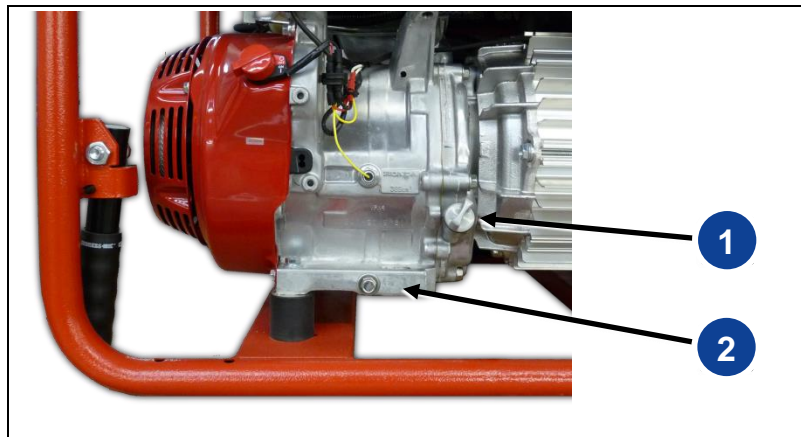

Fig. 6-1: Varilla de medición de aceite y tornillo de vaciado de aceite
1. Extraer la varilla gris del nivel de aceite (*Fig. 6-1-(1)*).
2. Limpiar la varilla del nivel de aceite (*Fig. 6-1-(1)*) con un paño limpio.
3. Vuelva a introducir y a sacar la varilla de medición (*Fig. 6-1-(1)*). El nivel de aceite visible en la varilla de medición debe estar en la zona que se indica en las instrucciones de uso y mantenimiento del fabricante del motor. ¡De lo contrario, corrija llenando o tirando aceite de motor!
2. Colocar en posición el recipiente debajo del tornillo de vaciado de aceite (*Fig. 6-1-(2)*).
3. Desenroscar el tornillo de vaciado de aceite (*Fig. 6-1-(2)*) y dejar que salga todo el aceite.
5. Vuelva a colocar el tornillo de vaciado de aceite (*Fig. 6-1-(2)*).